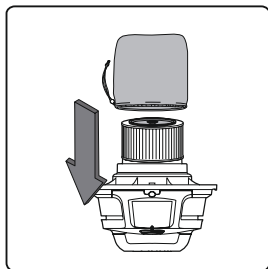
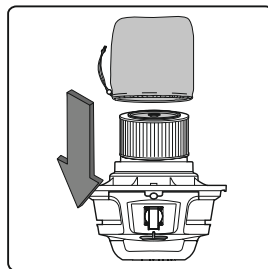

Рис. 15
Рис. 16
3) Наденьте нейлоновый предварительный фильтр на картриджный фильтр и закрепите шнурком (рис. 15 для VE 162E), (рис. 16 для VE 163E).